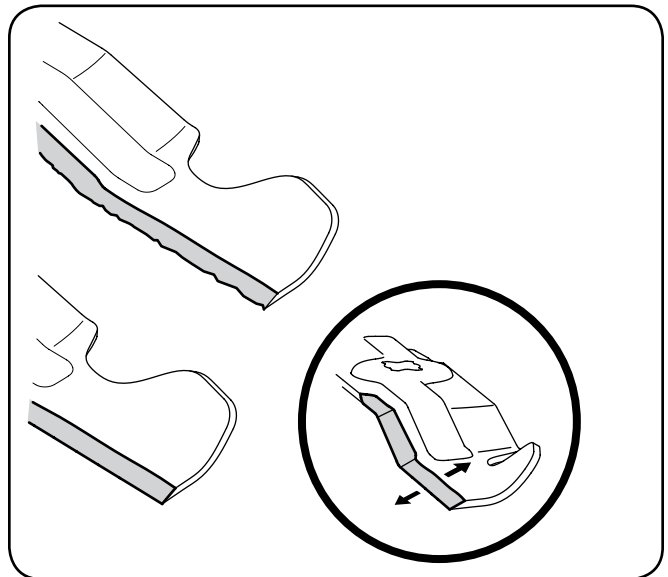

Figura 7-6
4. Para afilar las cuchillas de corte de forma adecuada, extraiga cantidades iguales de metal de ambos extremos de las cuchillas a lo largo de los bordes cortantes, paralelo al borde de caída y a un ángulo de 25° a 30°. Afíle siempre cada borde de las cuchillas de corte de forma pareja para mantener un equilibrio adecuado entre las mismas. Vea Figura 7-6.